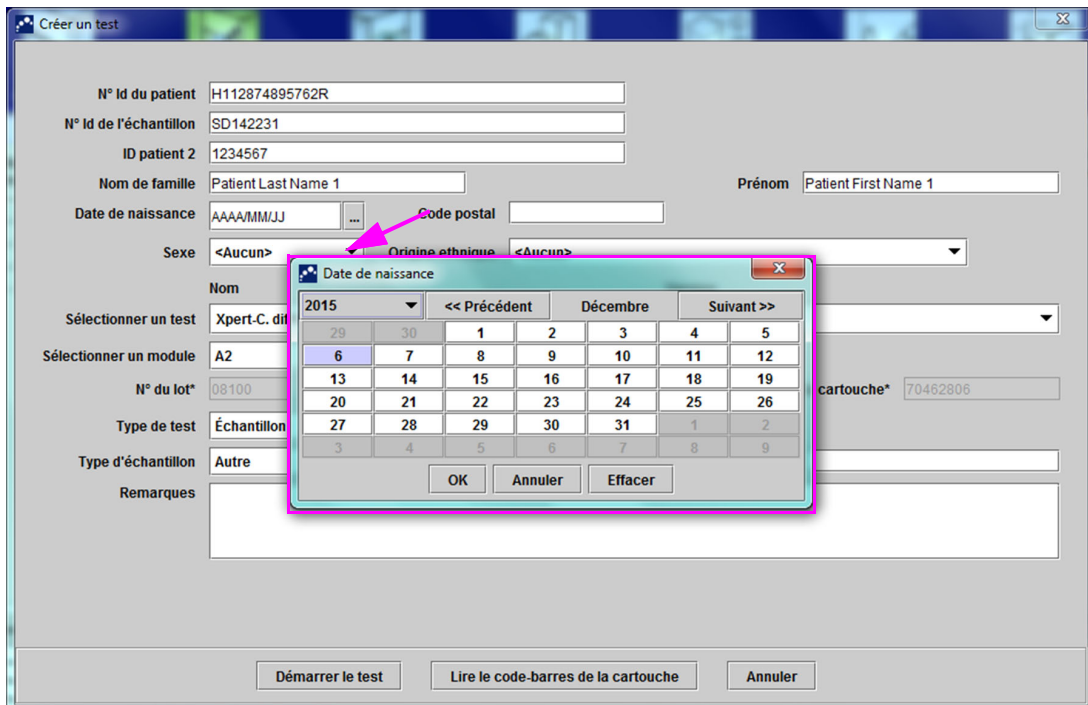

Figure 5-24. Boîte de dialogue Créer un test avec le champ Date de naissance et le calendrier affichés
- A. **Date de naissance**—Cliquez sur la flèche du menu déroulant dans la case **Date de naissance** pour afficher le calendrier. À l'aide des boutons **<<Précédent** et **Suivant>>**, faites défiler le calendrier pour afficher l'année et le mois appropriés. Sélectionnez la date de naissance du patient puis cliquez sur **OK** (voir la Figure 5-24).